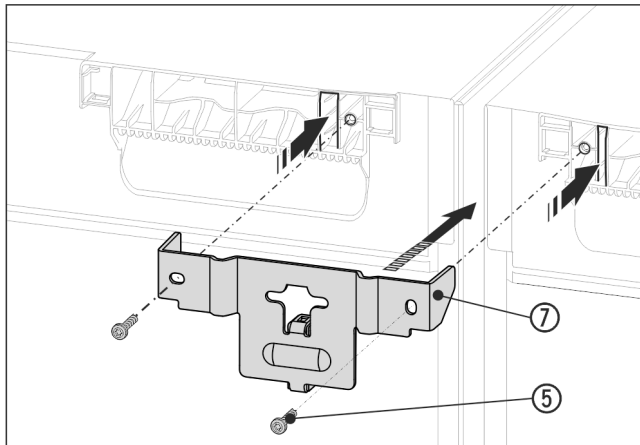

Fig. 16 Atvaizdo pavyzdys
- ▶ Įstumkite kampuotį Fig. 16 (7) su skečiamąja detale tarp prietaisų ir su antdėklinėmis plokštelėmis įstumkite į prietaiso viršų. Prisukite 2 varžtais Fig. 16 (5).